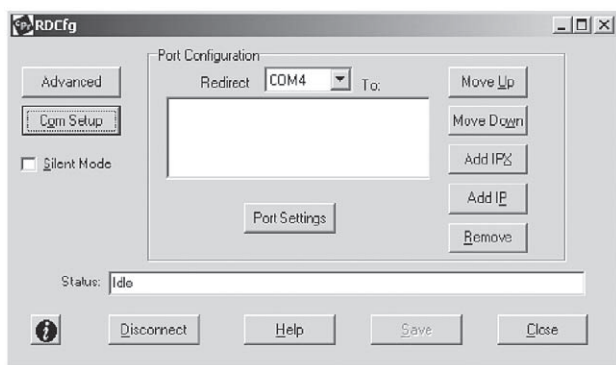

Рис. 22. Окно настройки программы «Com Port Redirector»
и щелкните по пункту *Configuration* («конфигурация»). Откроется окно настройки программы «Com Port Redirector» (рис. 22).
- и щелкните по значку *Configuration* («конфигурация»). Откроется окно настройки программы «Com Port Redirector» (рис. 22).
10. Щелкните по кнопке *Save* («сохранить», рис. 22).
11. Щелкните по кнопке *Close* («закрывать», рис. 22).